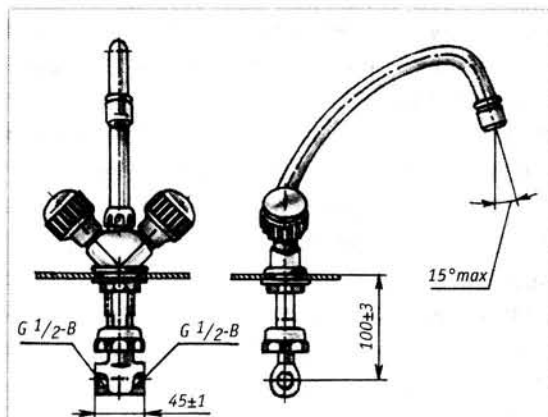

Рис. 1-2-1. Смеситель с тройником для умывальника, тип См-УмДЦБА и мойки, тип См-МДЦБА
1. Смеситель с тройником для умывальника и мойки двухрукоятный центральный наборный, излив с аэратором. Типы: См-УмДЦБА, для умывальника (рис. 1-2-1); См-МДЦБА (рис. 1-2-1) — для мойки. К таким смесителям отнесем отечественную «Елочку» с тройником (рис. 1-2-20). Она чрезвычайно неудачна для монтажа и замены на другой